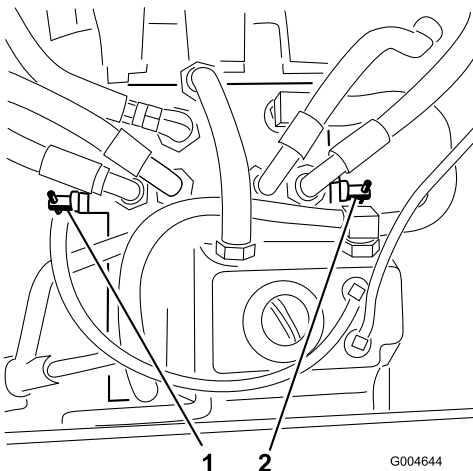

Figure 51
3. Tournez les **deux** vannes de dérivation de 2 tours dans le sens antihoraire (Figure 51).
Tournez chaque vanne de dérivation d'un tour dans le sens horaire et serrez-les à la main (couple de serrage de 8 Nm (71 po-lb) approx.) (Figure 51).